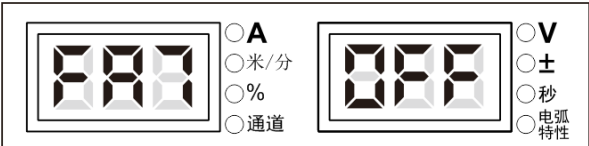

图 3-37 FA7 显示界面
1. 进入内部菜单，调节焊接电源面板旋钮至 **FA7**，如图 3-37 所示。